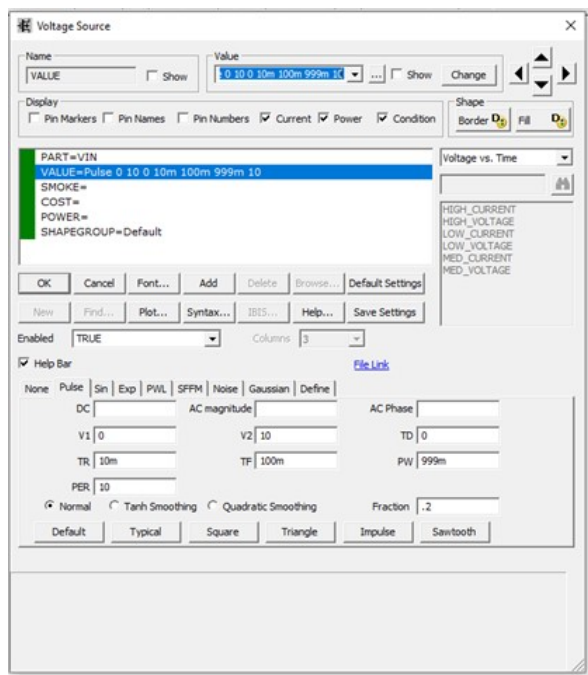

Рис. 3.6
2.5. Поменяйте параметры источника как показано на рис. 3.6. Запустите расчет переходных характеристик – **Analysis→Transient...** (Alt+1) и нажмите кнопку **Run**. Получившиеся графики сохраните в отчет.